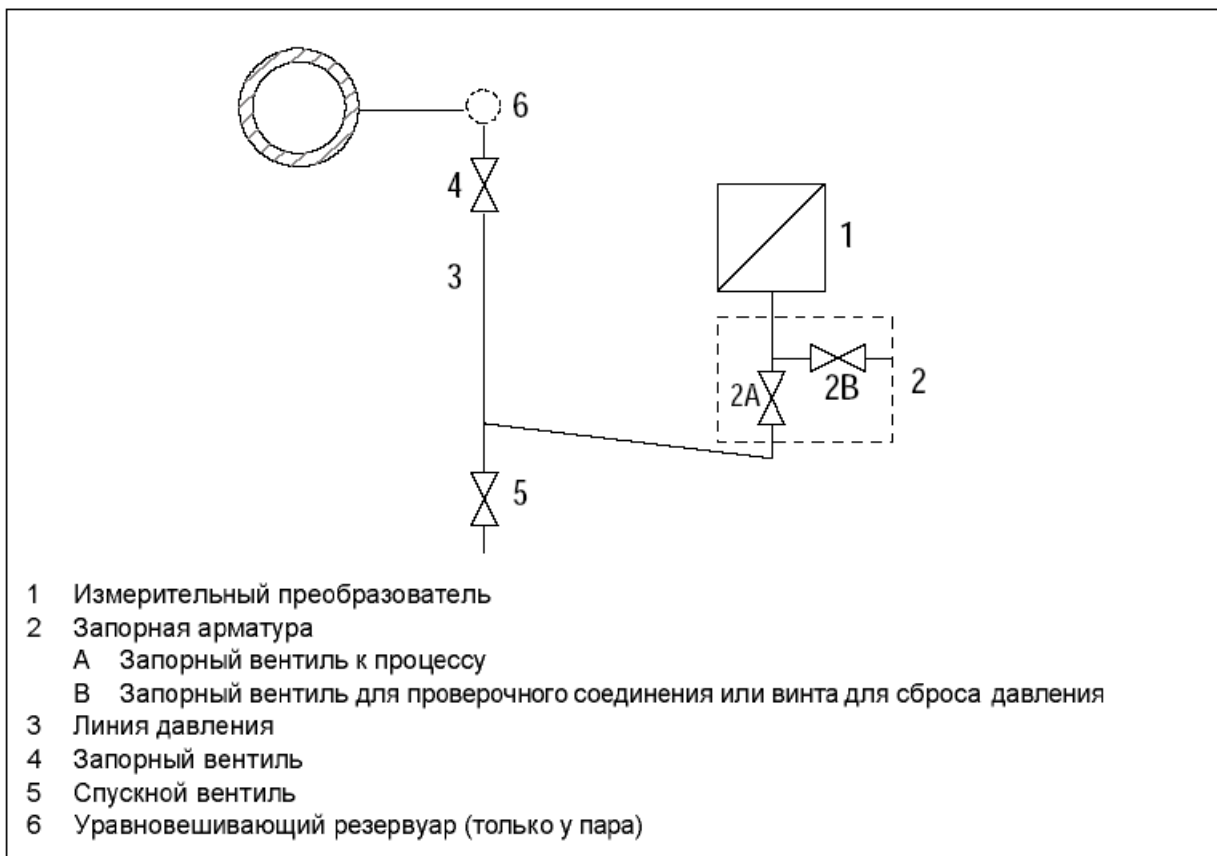

Рис.40. Измерение пара
1. Открыть запорный вентиль (Рис. 40, 2В).
2. Подать давление, соответствующее началу измерения, через проверочное соединение запорной арматуры (2) на измерительный преобразователь.
5. Открыть запорный вентиль (4) на штуцере забора давления.